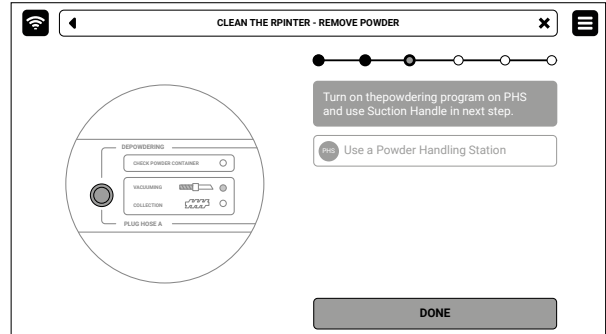

Abb. 9.3 Schalte das Entpulverungsprogramm auf der PHS ein.
4. Wenn Du die PHS an den Drucker angeschlossen hast, wird eine entsprechende Meldung auf dem Bildschirm angezeigt. Schalte das Entpulverungsprogramm ein und drücke auf dem Bildschirm auf **DONE** (Abb. 9.3)